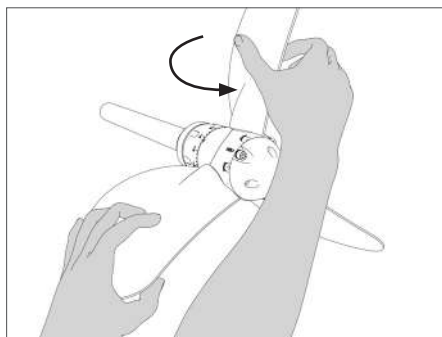

FIG. 22 | Portare le pale in posizione di bandiera
- Portare le pale nella posizione di bandiera (Fig. 22 - 23).